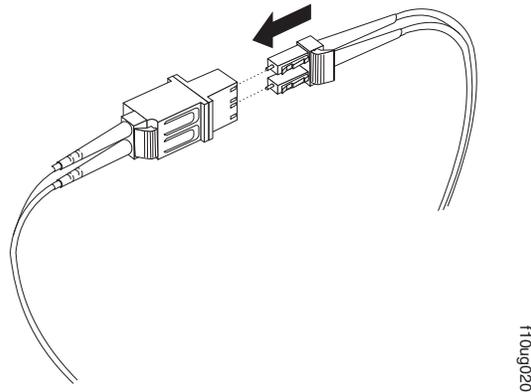

图 32. 将 LC-LC 电缆连接到 LC-SC 电缆适配器
- 小心地将 LC-LC 电缆的另一端插入 LC-SC 电缆适配器的 LC 接口端，如图 32 中所示。推入接口直到咔哒一声推送到位。